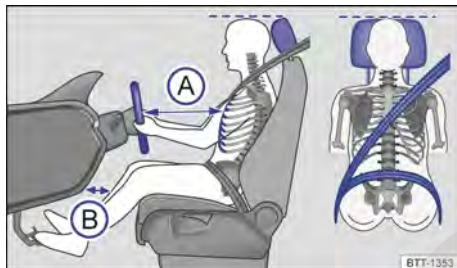

Fig. 24 Distancia correcta del conductor con relación al volante, posición correcta de la banda del cinturón de seguridad y ajuste correcto del apoyacabezas.
- Ajustar el asiento para que la distancia entre el volante y el tórax tenga como mínimo 25 cm → fig. 24 A y que el conductor pueda sujetar el volante del borde exterior con las dos manos y los brazos ligeramente doblados.
- Ajustar el asiento del conductor de manera longitudinal para que los pedales se puedan accionar con las piernas ligeramente dobladas y la distancia de la zona de la rodilla con el panel de instrumentos sea de al menos 10 cm → fig. 24 B.
- Para los asientos con apoyacabezas: ajustar el apoyacabezas para que su borde superior se encuentre preferentemente en la misma línea de la parte superior de la cabeza → fig. 24 – pero no por debajo de la altura de los ojos. Posicionar la parte posterior de la cabeza lo más cerca posible del apoyacabezas.